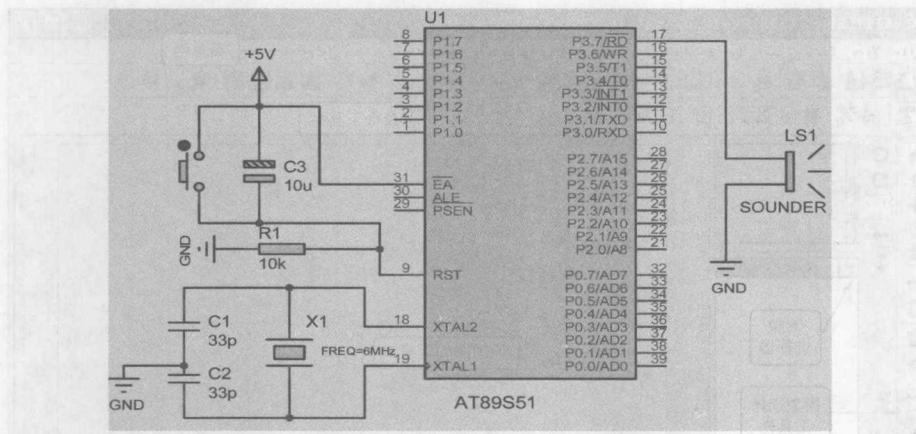

图 1-1 歌曲播放的 Proteus 仿真原理图
(1) 打开配套光盘中的“实例 1 歌曲”文件夹，双击“歌曲.DSN”彩色图标，弹出如图 1-1 所示的 Proteus 仿真原理图。